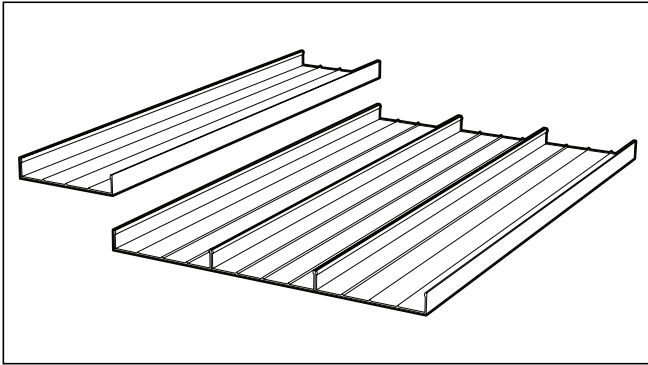

Abb. 7.11 Kiesplatten für die Bodenverankerung
- Richten Sie die Kiesplatten bündig aus. Die Stehfalzen liegen dabei eng aneinander (s. Abb. 7.11).